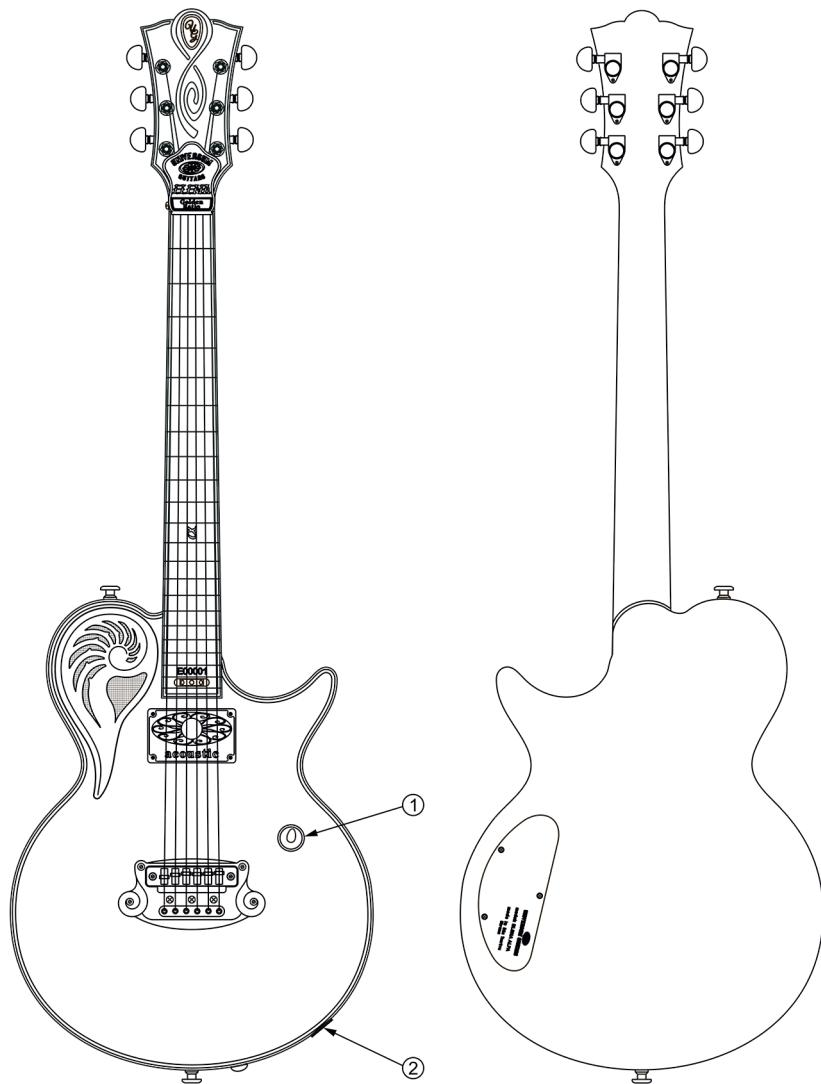

Fig. 22
- Enchufe de salida acústica (Fig.22 pos.2).
- Batería no recargable – 1 ud. (ubicada en el compartimiento del bloque de timbres Fig.22).
- 1) Manivela de potenciómetro de ajuste de volumen (Fig.22 pos.1).